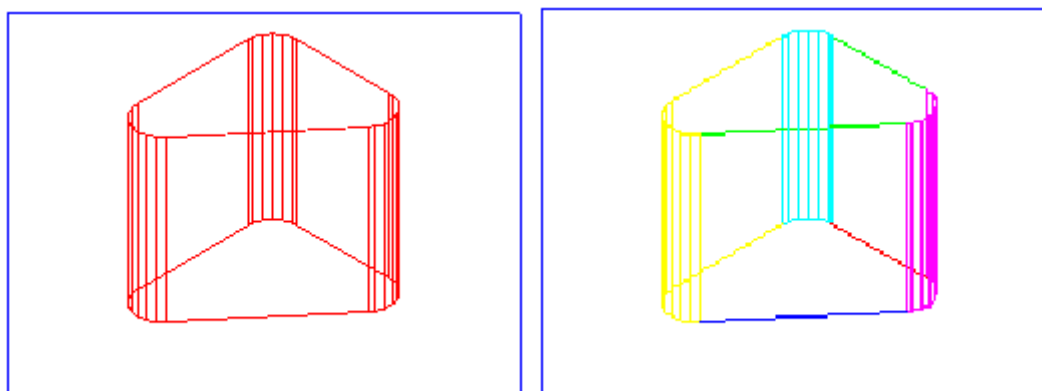

Рисунок 41 - К заданию 3.2.18
3.2.18 Создать трехмерный объект, изменить цвет грани и ребер (рисунок 41).